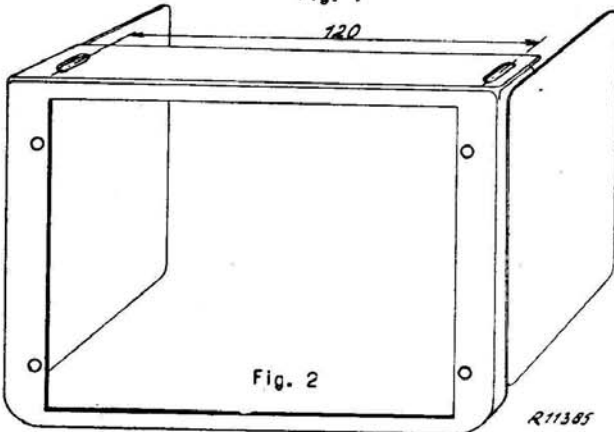

Fig. 2
- b. Fixation sous le tableau de commande; au moyen d'un étrier de suspension spécial (fig. 2).